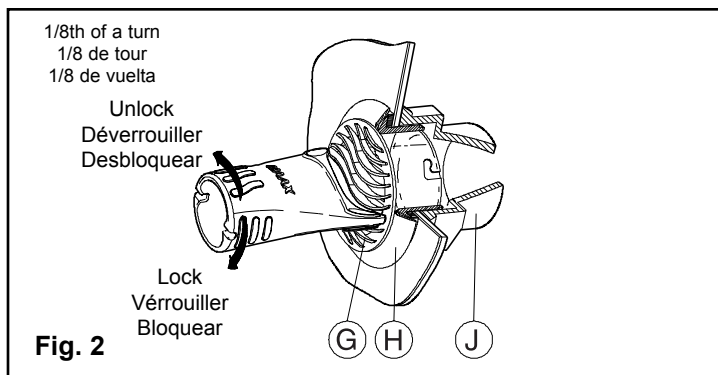

Fig. 2
- 2- Slide the tool on the centre of the grid (G).
- 3- Turn 1/8th of a turn counter clockwise (Fig. 2). Remove suction grid.
- 4- Clean the suction grid (G) (see Cleaning, step 4).
- 2- Glisser l'outil sur le centre de la grille de succion (G).
- 3- Tournez dans le sens anti-horaire de 1/8 de tour. Fig. 2. Retirer la grille de succion.
- 4- Nettoyer la grille de succion (G) (voir Nettoyage, étape 4).
- 2- Deslizar la herramienta sobre el centro de la rejilla de succión (G).
- 3- Girar 1/8 de vuelta en el sentido contrario a las agujas del reloj. Fig. 2. Retirar la rejilla de succión.
- 4- Limpiar la rejilla de succión (G) (ver Limpieza, etapa 4).